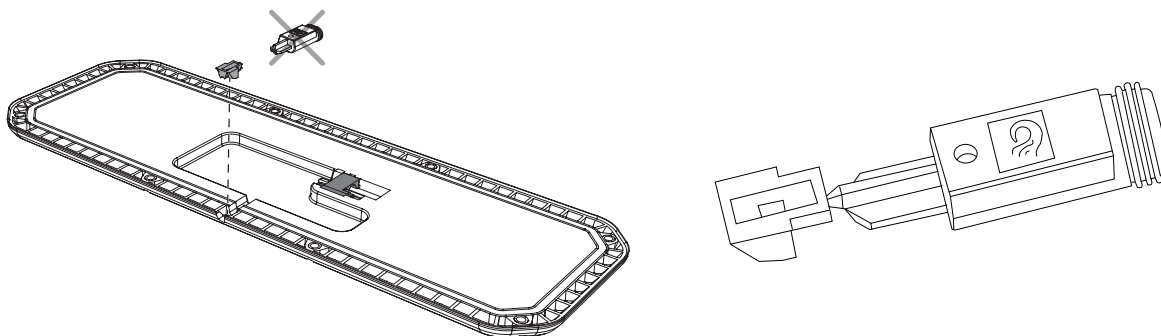

Bild 30. Montering av plugg för tätning av UCU.
4. Bryt försiktigt loss den yttre delen av pluggen och montera i urtaget. Se Bild 30.